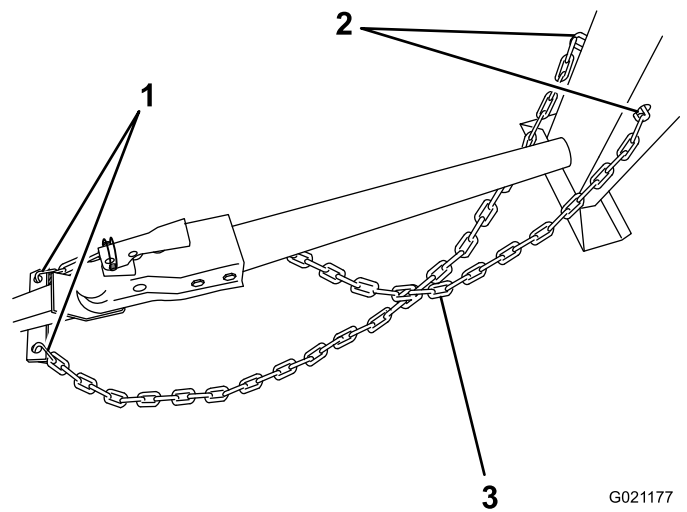
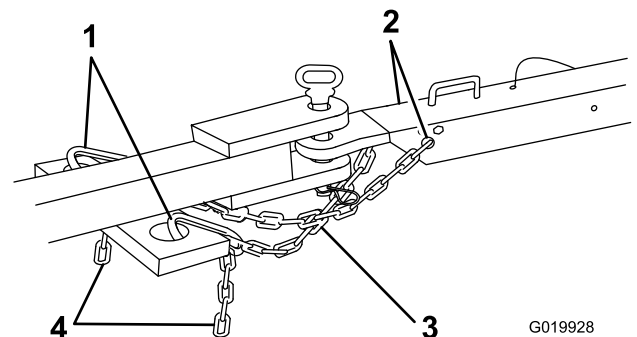

Figura 26
Figura 27
- Cruce ambos tramos de cadena **debajo** de la barra de tracción (debajo de la barra de tracción en el caso de los modelos de descarga frontal 68007 y 68008). Para los modelos 68004, 68006 y 68009, consulte Figura 26: Para los modelos 68007 y 68008, consulte Figura 27: